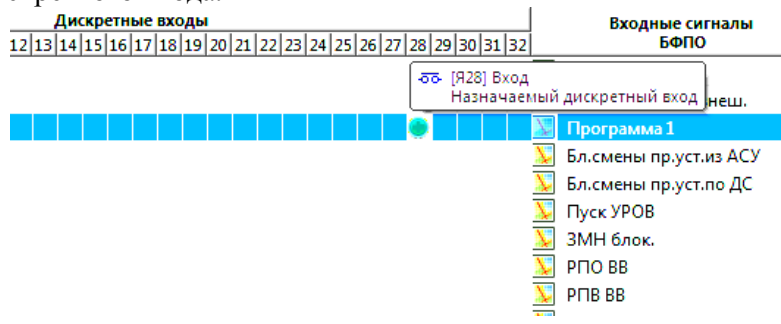

Рисунок 2 - Таблица подключений
3.1.7 Таблица подключений (рисунок 2) позволяет назначать дискретные входы входным сигналам функциональных схем БФПО (обозначаемым "SIU"), перечень которых приведен в п. 3.2.3.